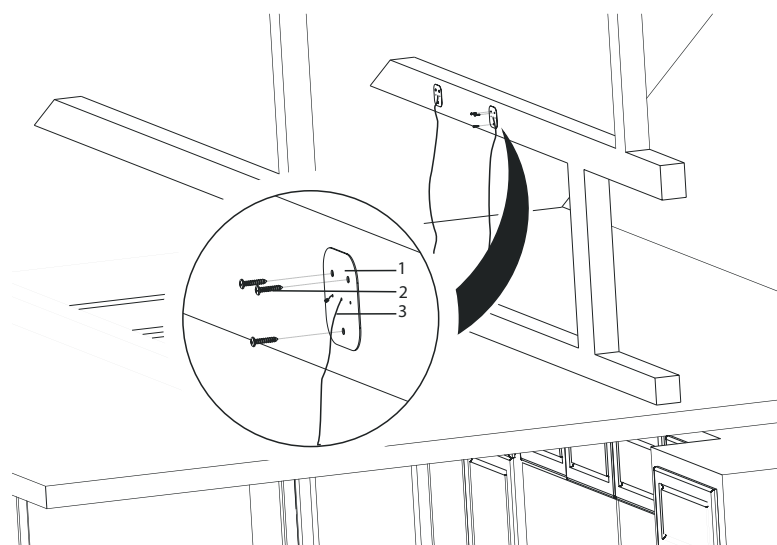

Fig. 9
3. → Montera de fyra upphångningsplattorna, som stålvajrarna är fästa vid, på en regel eller en läkt i taket. Upphångningsplattorna kan vändas åt alla håll. Upphångningsplattorna ska fästas med 3x 3,9x22 skruvar (Fig. 9).